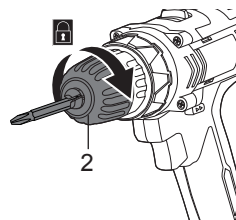

Fig. 3
- > Tournez le manchon du mandrin (2) dans le sens horaire jusqu'à ce que la mèche de perçage soit correctement serrée dans les mâchoires du mandrin (fig. 3).